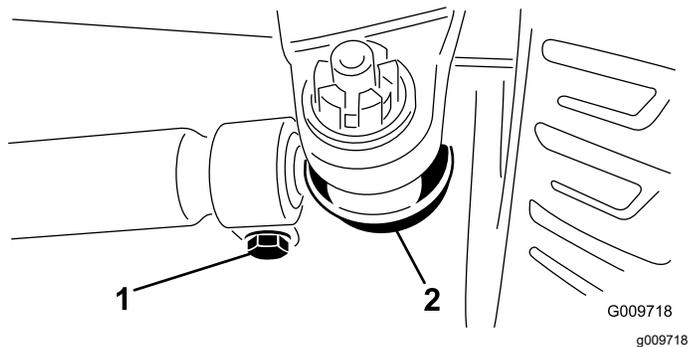

Figura 69
- Per regolare, toglieete la coppiglia e il dado da uno dei giunti a sfera del tirante (Figura 69). Toglite il giunto a sfera del tirante dal supporto della scatola del ponte.
- Allentate i fermi su entrambe le estremità dei tiranti (Figura 69).